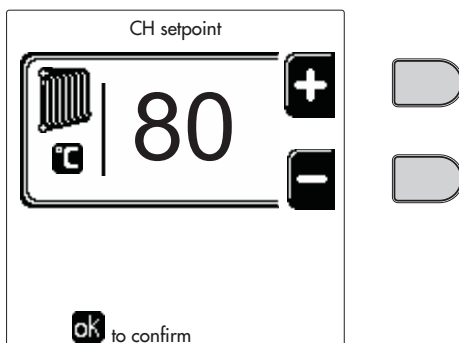
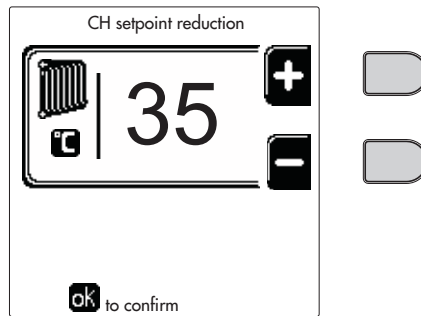
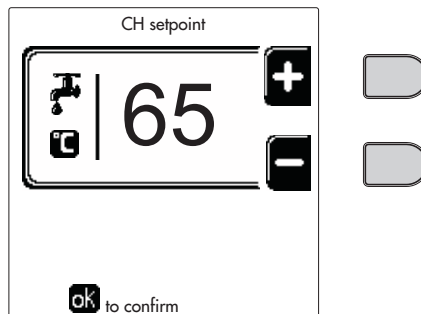
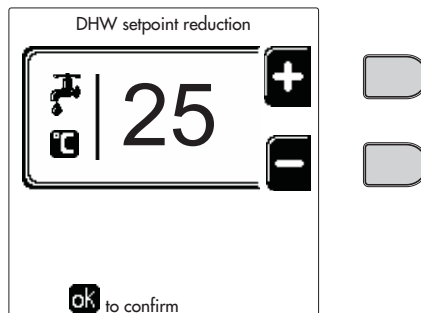

рис. 12
рис. 13
рис. 14
рис. 15
- **ON (ВКЛ)**. При поступившем запросе на отопление/ГВС котел работает на заданной температуре регулировки отопления/ГВС (рис. 12/рис. 14).
- **☺**. При поступившем запросе на отопление/ГВС котел работает на уменьшенной температуре регулировки. Уменьшенная температура достигается путем вычитания температуры регулировки уменьшения (рис. 13/рис. 15) от заданной температуры регулировки отопления/ГВС (рис. 12/рис. 14).